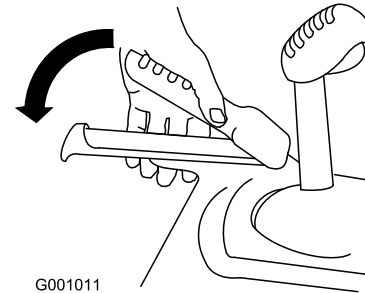

Figure 10
3. Serrez le levier gauche (déplacement) contre la poignée (Figure 10).
6. Serrez le levier gauche (déplacement) contre la poignée (Figure 10).